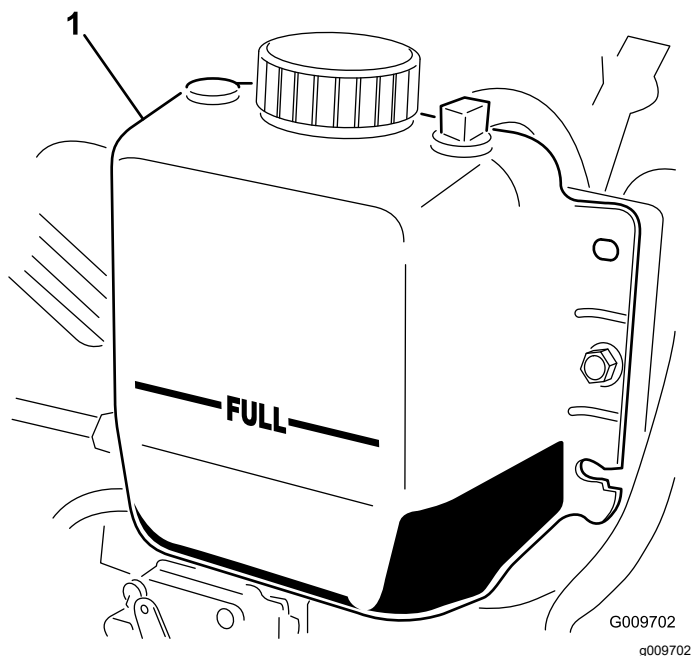

Figure 62
2. Vérifiez le niveau du liquide de refroidissement dans le radiateur. Le radiateur doit être rempli jusqu'en haut du goulot de remplissage et le vase d'expansion jusqu'au repère MAXIMUM (Figure 62).